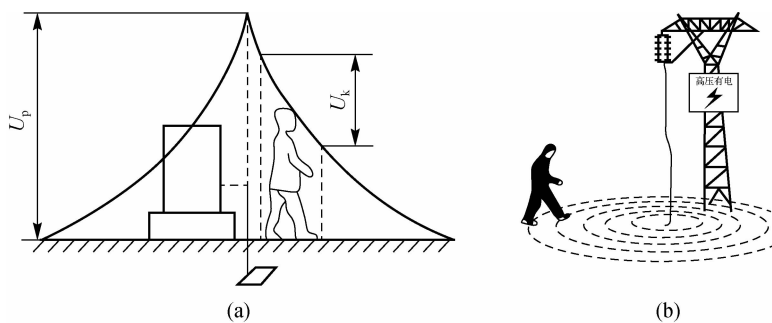

图 1-13 跨步电压触电示意图
(3)跨步电压触电。跨步电压触电是指电气设备或线路发生接地故障时,接地电流通过接地体向大地流散,在地面上形成同心圆的不同电位分布。距接地体或接地点越近,地面电位越高;距接地体或接地点越远,地面电位越低。人在接地点周围行走,两脚之间产生电位差,从而引起触电。跨步电压触电示意图如图 1-13 所示。跨步电压与跨步距离有关,人的跨步距离一般按 0.8 m 考虑。